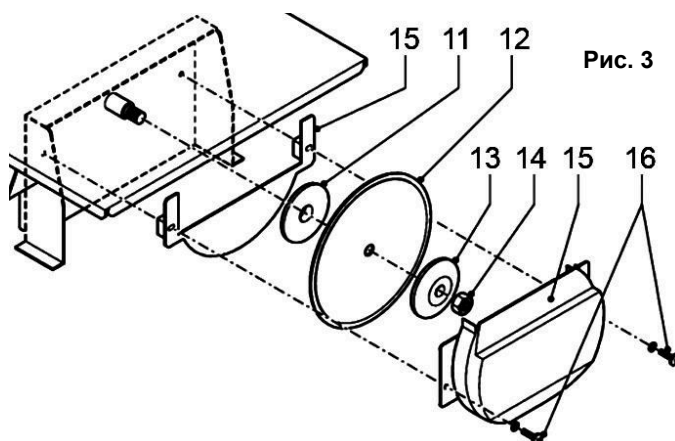

Рис. 3
## Установка и замена отрезного диска (См. Рис.3)
- Демонтируйте защитный кожух (15), открутив крепящие винты (16)(См. Рис.3).
- Удерживая гаечным ключом шпindel, вторым гаечным ключом открутите гайку (14), снимите внешний фланец (13).
- Демонтируйте старый отрезной диск (12) и внутренний фланец (11).
- Установите на шпindel внутренний фланец (11) и новый отрезной диск (12).
- Установите обратно внешний фланец (13).
- Установите на место гайку (14) и крепко затяните ее.
- Установите защитный кожух (15). Крепко затяните винты (16).